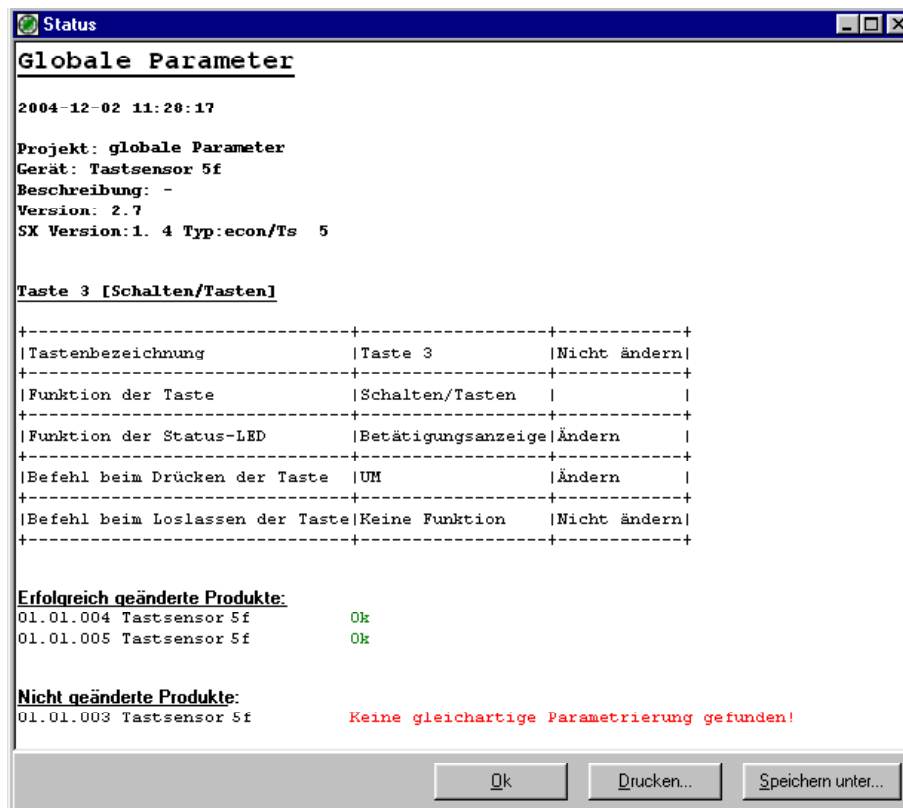

Bild 7: Beispiel für einen Statusreport nach einer globalen Parameteranpassung
- Am Ende eines Anpassungsvorgangs gibt ein Statusreport eine Übersicht zu allen angepassten Produkten (vgl. Bild 7). Hierbei werden alle erfolgreich veränderten Geräte und alle nicht geänderten Produkte aufgelistet. War der Anpassungsvorgang nicht erfolgreich, wird der Fehlergrund angezeigt. Die Tabelle 1 zeigt mögliche Fehlerursachen. Zusätzlich kann der Statusreport ausgedruckt oder als RTF-Datei abgespeichert werden. Die Betätigung der Schaltfläche "Ok" schließt die Anpassung ab und wechselt zurück in die Projektierungsansicht des Plug-Ins.